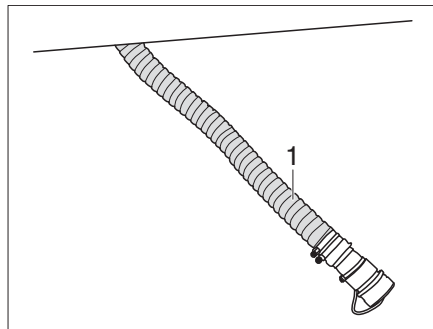

Bild 304 Kassette Zerhackertoilette entleeren
- Entleerungsschlauch (Bild 304,1) unter dem Fahrzeug aushängen und in die Entsorgungsstation leiten.
- Entleerungsschlauch (Bild 304,1) in der Entsorgungsstation lassen.
- Entleerungsschlauch (Bild 304,1) unter dem Fahrzeug verstauen.